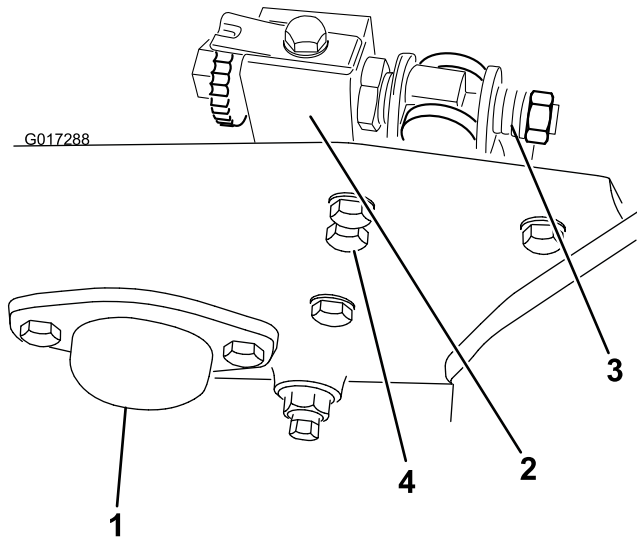

图3
- 如果您此前卸下了疏草刀，请卸下并保留端盖和紧固件备用（图3）。